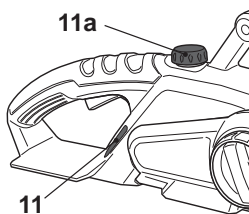

Fig.13
- > Vérifiez le niveau d'huile par la fenêtre du réservoir [11] avant d'allumer l'appareil, puis régulièrement au cours du travail. Remplissez le réservoir chaque fois que la jauge passe en dessous du seuil "MIN" (Fig.13).